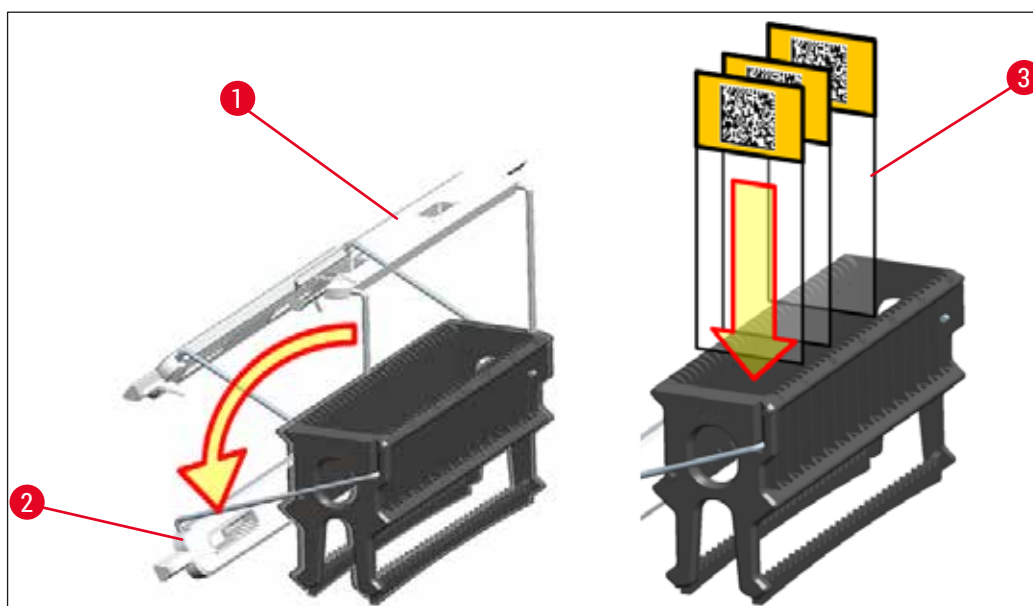

Fig. 83
- Forsiden av stativet er merket med Leica-logoen. Når håndtaket er festet, ser du ordet **FRONT** når du ser på håndtaket (→ "Fig. 83").
1. Bøy stativhåndtaket til stående stilling (→ "Fig. 83").